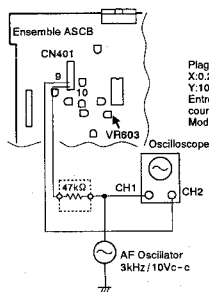

Fig. 1
4. Ajuster VR603 pour que la figure de Lissajous soit symétrique par rapport aux axes X et Y. (Voir Fig. 1 et 2.)